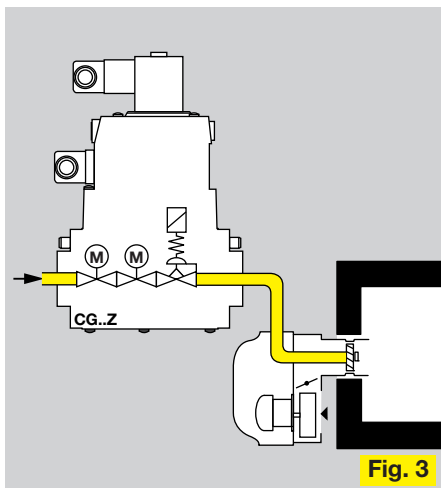

Fig. 3
- Fig. 3 Zweistufige Gebläsebrenner.
- Fig. 3 Two-stage fan-assisted burners.
- Fig. 3 Brûleurs à air soufflé à deux allures.